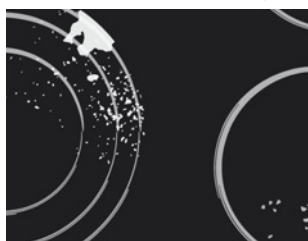

рис.3
ПРОВЕРЬТЕ, ЧТОБЫ НА СТЕКЛОКЕРАМИЧЕСКОЙ ПОВЕРХНОСТИ НЕ ОСТАЛОСЬ СЛЕДОВ ЧИСТЯЩЕГО СРЕДСТВА, ТАК КАК ПРИ НАГРЕВЕ ОНО МОЖЕТ ПРИОБРЕСТИ АГРЕССИВНЫЕ СВОЙСТВА И ПРИВЕСТИ К ИЗМЕНЕНИЮ СТРУКТУРЫ СТЕКЛОКЕРАМИЧЕСКОЙ ПОВЕРХНОСТИ (РИС. 3).
■ **Пятна от воды** можно удалить с помощью слабого раствора уксуса. Этим раствором нельзя протирать рамку прибора (в некоторых моделях), так как она потеряет блеск. Для удаления известкового налета нельзя использовать агрессивные спреи и чистящие средства (рис. 3).